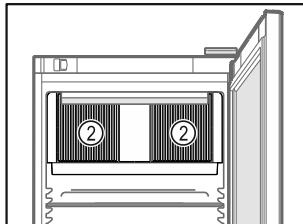

Fig. 41
- Oslobodite ventilacijske proreze Fig. 41 (2) za ventilator optočnog zraka u unutrašnjosti.